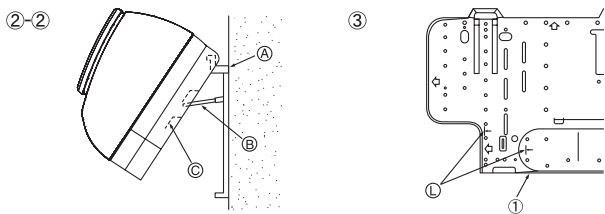

Fig. 3-6
- ②-② Приподнимите внутренний прибор, соединив поддерживающие части (которые закреплены на монтажном щите) с ребрами, расположенными на задней панели прибора, как показано на иллюстрации. (Fig. 3-6) Когда все трубы будут проложены и соединены и т.д., верните поддерживающие части в их исходное положение на монтажном щите. (Если прибор не будет надежно закреплен, во время его работы может наблюдаться вибрация)